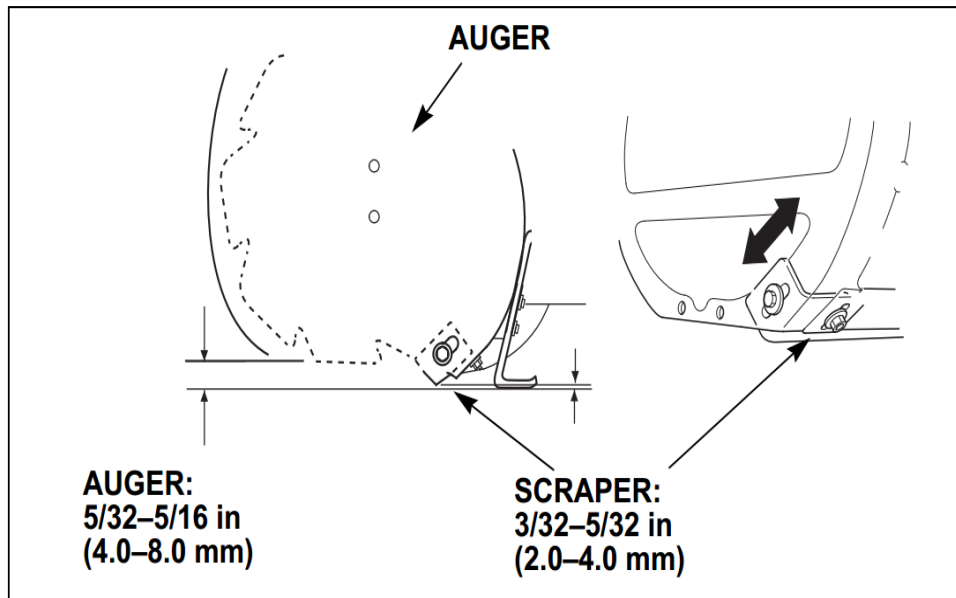

Abbildung 18
7. Prüfen Sie die Bodenfreiheit des Abstreifers und stellen Sie sie ggf. neu ein. (Abbildung 18)